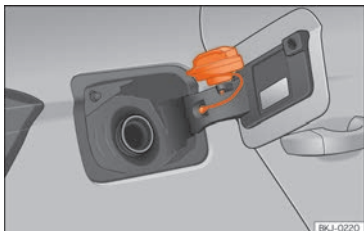

Abb. 261 Tankklappe mit aufgestecktem Tankverschluss.
- Platzieren Sie den Verschluss in der Ausparung, die sich im Scharnier der geöffneten Tankklappe befindet »» **Abb. 261**.